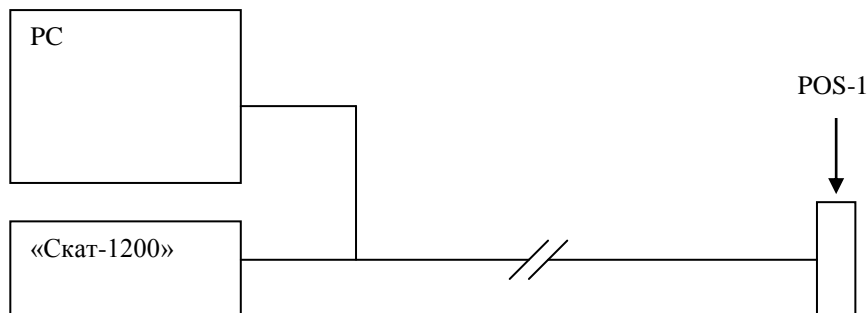

Рис. 8. Схема соединения узлов вариационной станции.
- Соедините датчик, персональный компьютер и источник питания соединительным кабелем согласно схеме, показанной на Рис. 8.